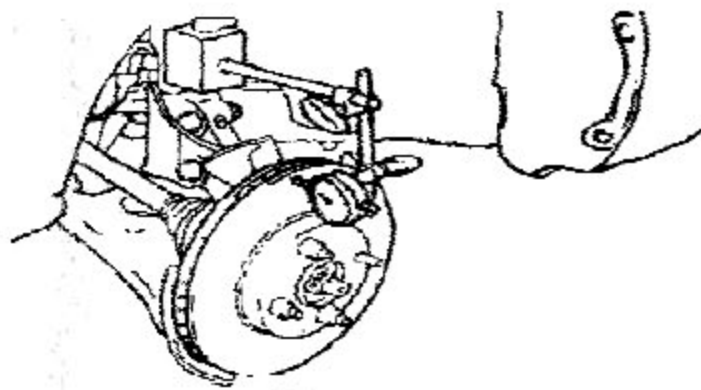

图 3—19
- B).用百分表，在距制动盘外缘 10mm 处测量制动盘的摆动，如图 3—19 所示。制动盘最大摆动：0.05mm。